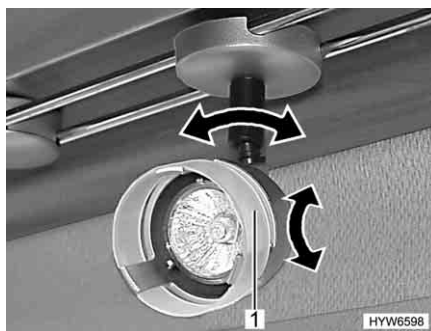

Fig. 76 Come orientare il faretto
- Afferrare l'involucro (Fig. 76,1) e girarlo.